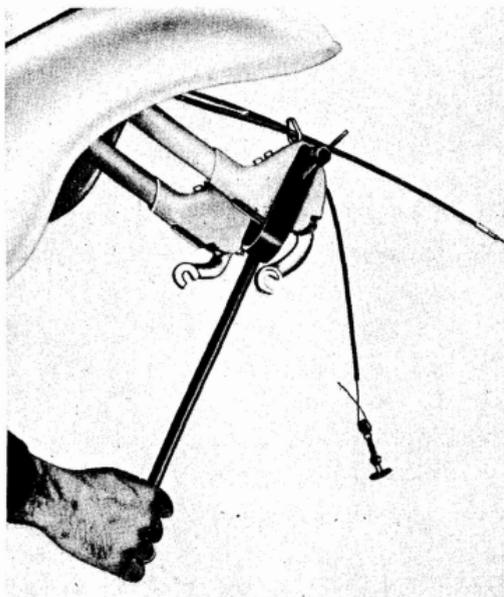

Fig. 39
- 61** Desmontar cada una de las palancas porta-rueda: aplicar la herramienta n.º A2L.1027 y comprimir el muelle para extraer la palanca. Véase fig. 39.